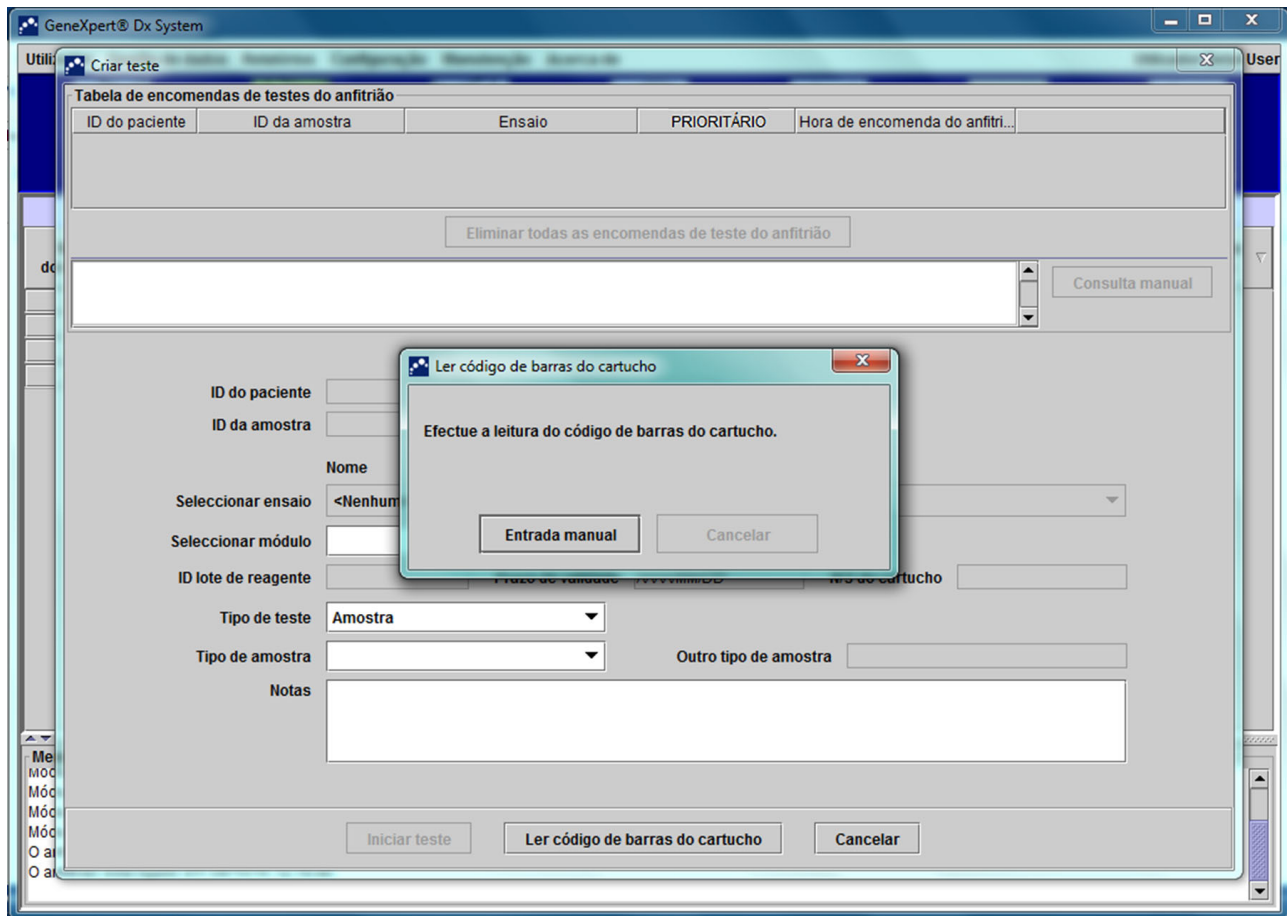

Figura 5-114. Tabela de encomendas com ecrã de sobreposição Scan Cartridge Barcode (Ler código de barras do cartucho)
2. Será visualizado o ecrã Host Test Order (Encomendar teste do anfitrião) com um ecrã de sobreposição Scan Cartridge Barcode (Ler código de barras do cartucho). Consulte figura 5-114.
3. Conforme as indicações da figura 5-114, leia o código de barras do cartucho utilizando o leitor fornecido.